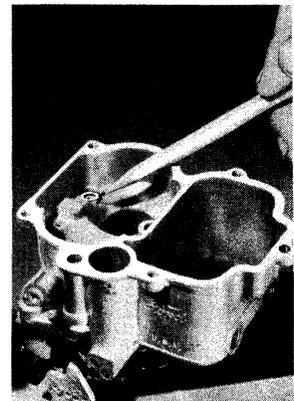

Fig. 41
- (4) 78-9926 Gaskets—Nozzle bar (See Fig. 41)